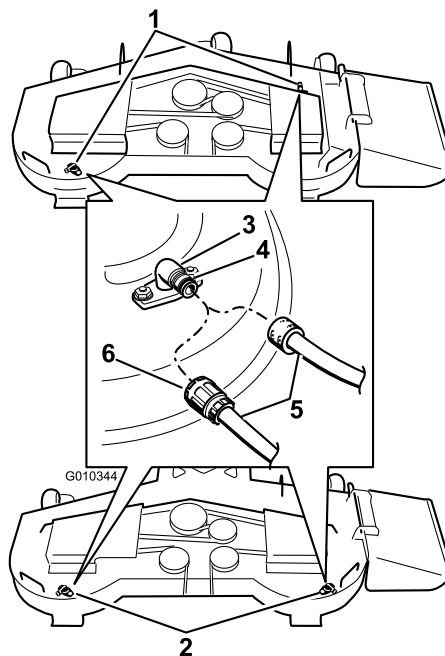

Figure 75
3. Vissez le raccord de lavage à l'embout de lavage du plateau de coupe et ouvrez l'eau en grand (Figure 75).